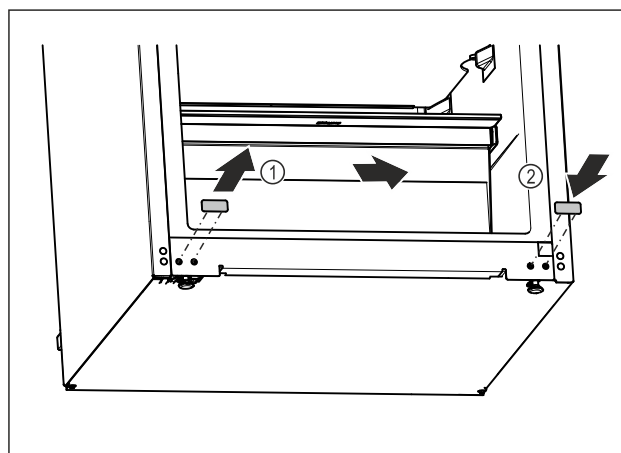

Fig. 16
- Издърпайте покриващата тапа. Fig. 16 (1)
- Поставете покриващата тапа от другата страна. Fig. 16 (2)